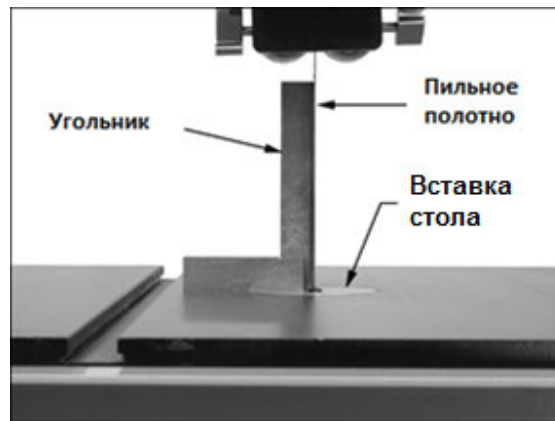

Рис. 21: установка упора стола
4. Убедитесь, что вставка стола лежит вровень с поверхностью стола. Установите угольник на столе к пильному полотну, чтобы проверить угол между столом и полотном (90°). См. Рис. 21. ПРИМЕЧАНИЕ: Не надавливайте угольником на пильное полотно.